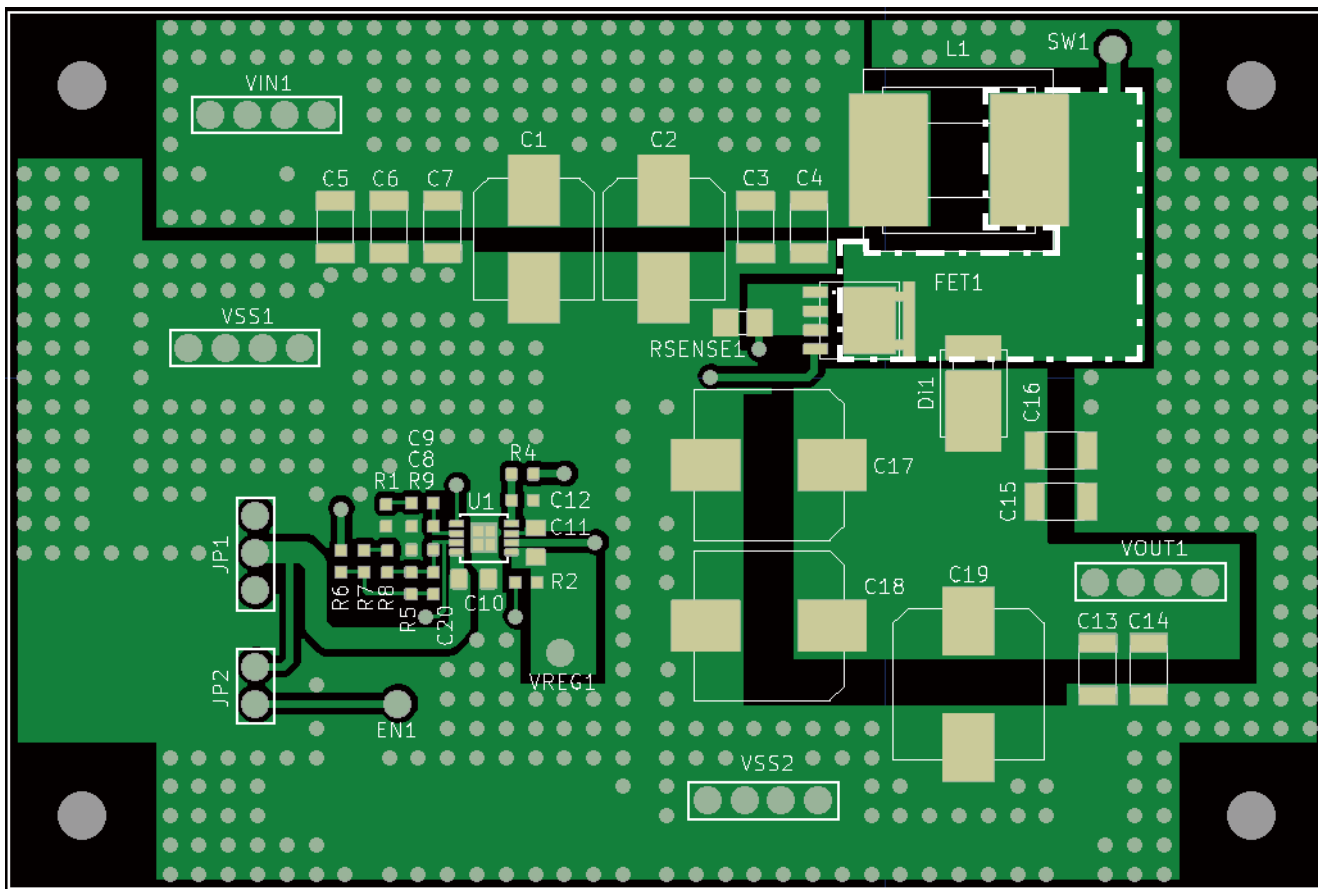

图14 参考基板格式
- 为了降低诱导性高频噪声，请尽量缩小切换节点 (SW1) 的布线面积 ("图14 参考基板格式" 的点线所示区域)。